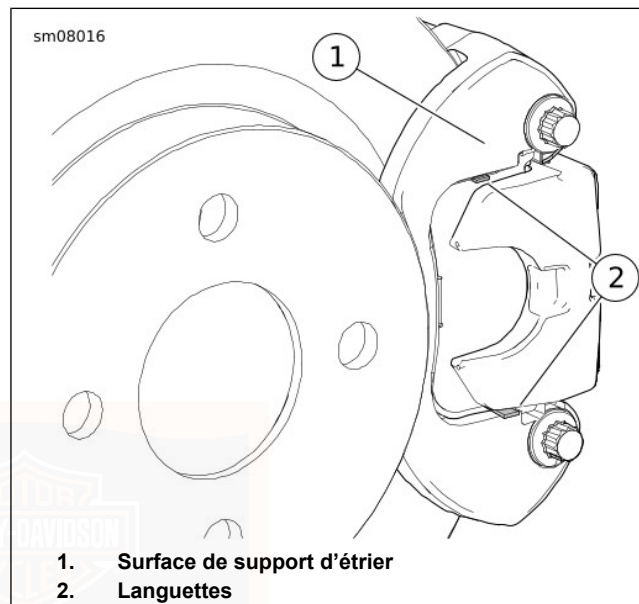

Figure 64. Inspection des languettes de plaquette de frein arrière
3. Les plaquettes de frein arrière ont des languettes indiquant leur usure. Les plaquettes arrière peuvent être inspectées visuellement pour déterminer leur usure sans retirer les roues arrière. Voir Figure 64. Comparer l'extrémité des languettes (2) à la surface sur le support d'étrier extérieur (1). Si la languette est au ras de la surface ou au-dessous, consulter un concessionnaire Harley-Davidson.